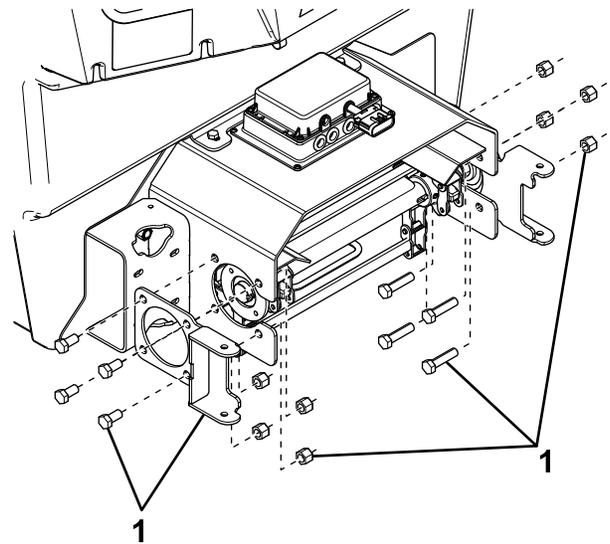

Bild 15
- 12. Entfernen Sie die Schrauben und Muttern, mit denen die Halterungen der Zapfensicherungen am Streuer befestigt sind, und entsorgen Sie diese (Bild 15). Entsorgen Sie die linke Halterung der Zapfensicherung.